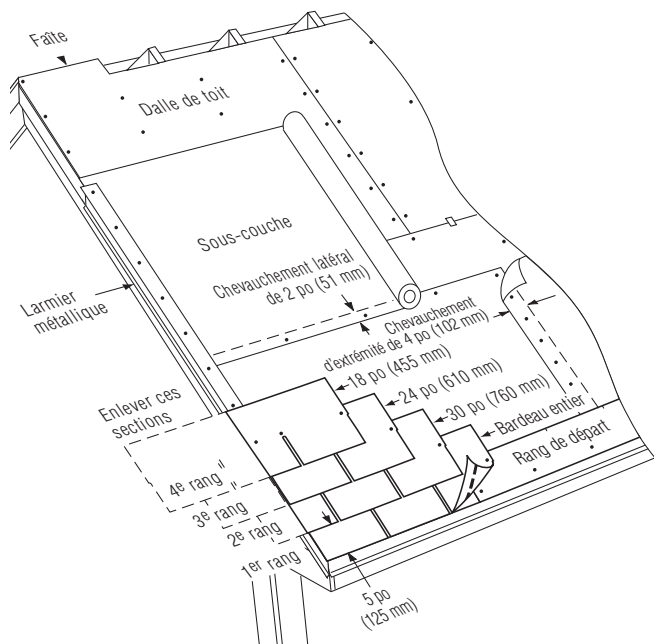

Figure 13-7 : Pose des quatre premiers rangs sur une pente standard.
PREMIER RANG : Poser un bardeau entier sur le coin inférieur gauche du toit. Les jupes doivent être à égalité avec le bardeau du rang de départ à l'avant-toit et au versant (figure 13-7).
1. Commencer le second rang en retranchant 6 po (15,2 cm) du côté gauche d'un bardeau entier. Poser ensuite la pièce de 30 po (76,2 cm) par-dessus le premier rang. Laisser 5 po (12,7 cm) du premier rang à découvert et mettre le côté gauche à égalité avec le bardeau du premier rang et le versant (figure 13-7).